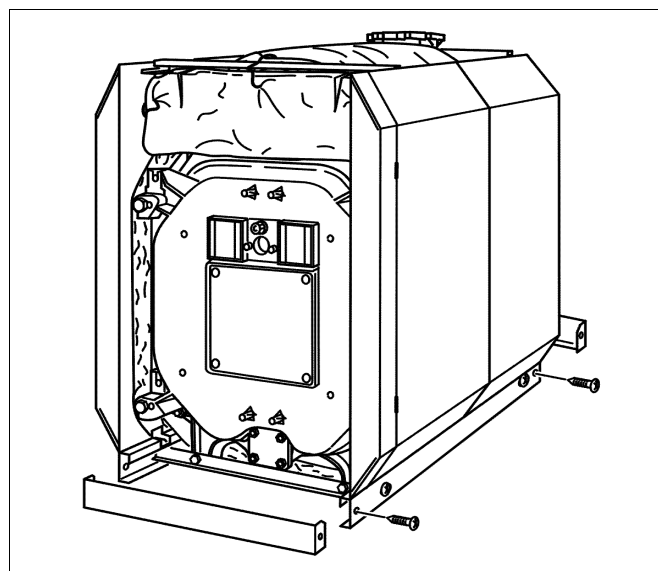

Fig. 50 Montaggio del longheroni di base
- Spingere le traverse di base, dal davanti e da dietro, nei longheroni di base. La piegatura della traversa deve stare sempre sotto ed essere rivolta verso la caldaia (fig. 50).